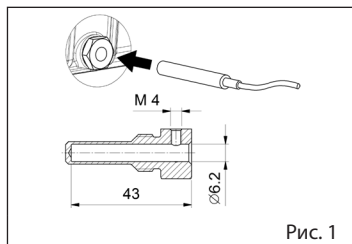

Рис. 1
- 4.8 **Установите на насосе датчик температуры внутри маслянистой пробки** (рис. 1) или непосредственно в контакте со смазочным маслом (заменив им маслянистую пробку) и подключите его к системе таким образом, чтобы включалась сигнализация и происходила блокировка насоса в случае выхода температуры